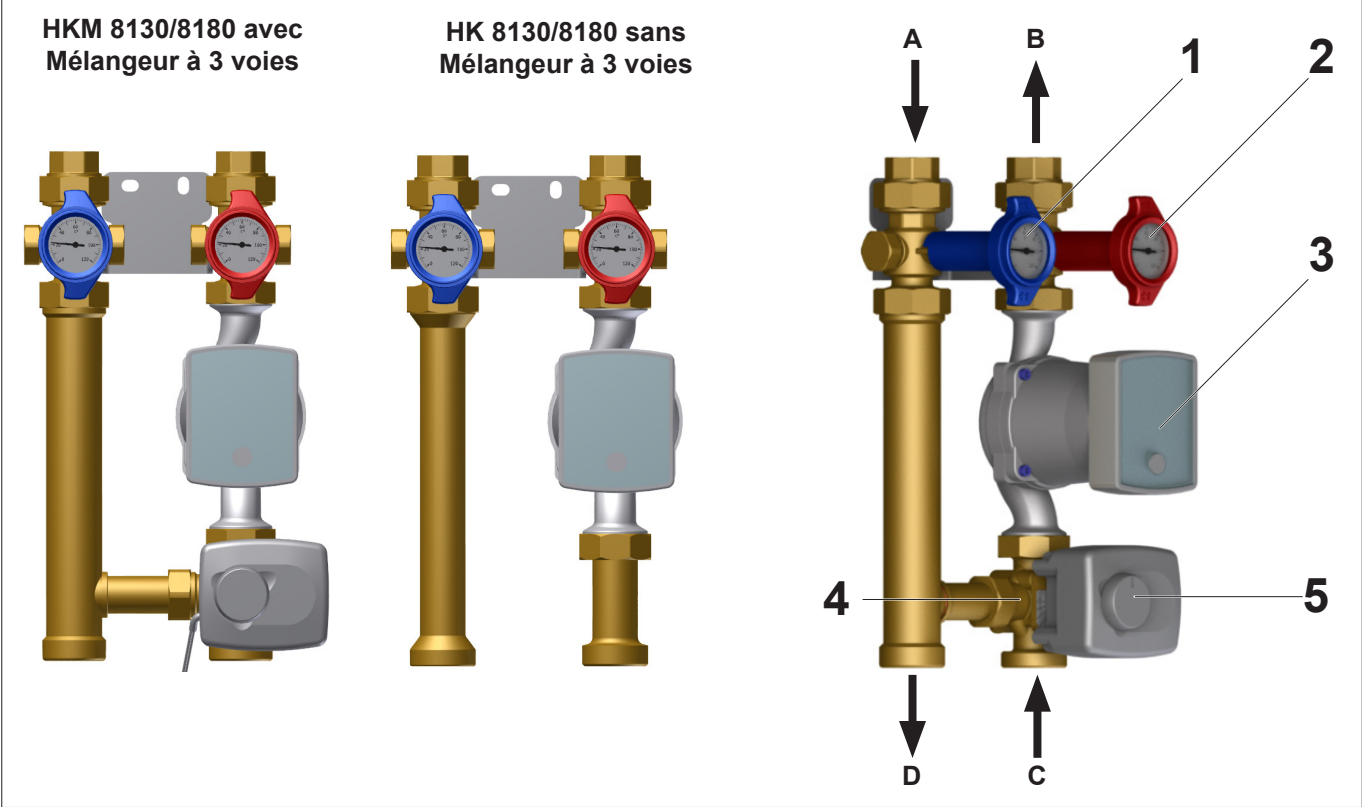

Fig. 1: Aperçu des types
- Raccorder les tuyaux d'envoi et de retour (raccordements de système, voir Fig. 1 à la page 7).